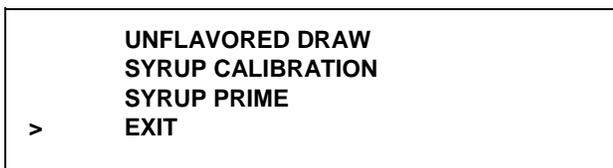

图 33
21. 按 CALIBRATION 键  以显示菜单选项。奶昔侧的 CALIBRATION 符号 、AUTO 符号  以及 OPTIONAL FLAVOR 符号  将亮起。此屏幕将显示标定菜单选项。（见图 33。）